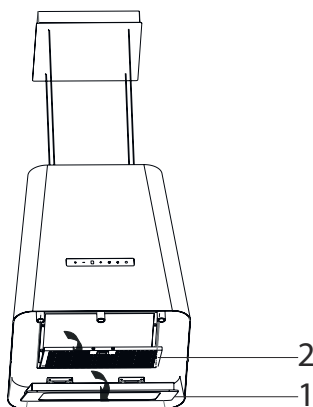

Fig. 7: Togliere i filtri dell'olio in metallo
1. ➤ Apri il carter metallico della cappa (Fig. 7/ 1).
2. ➤ Aprire il blocco del filtro dell'olio in metallo (Fig. 7/2) e verificare che non cada.
3. ➤ Inclinare il filtro antigrasso metallico in avanti e sollevarlo fino a farlo uscire (Fig. 7/2).